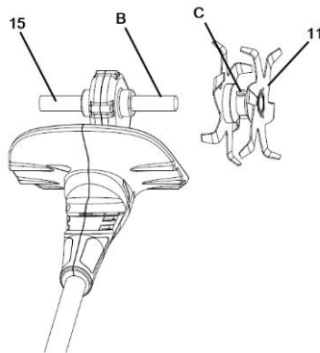

Fig.2
2. Installare il componente lama 11 nell'asse rotante 15 nella direzione indicata dalla freccia e allineare il foro B sull'asse rotante 15 con il foro C sul componente lama 11. (Fig. 2)